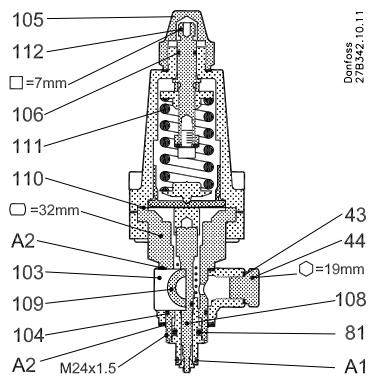
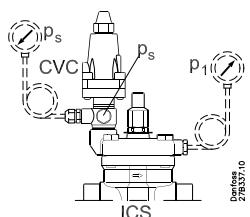

Fig. 1. CVC
Fig. 5. ICS + CVC
Se fig. 1, 2 og 3.
CVC monteres i ICS hovedventilens topdæksel; se fig. 5 og 7. Kontrollér, at pakningerne (A2) og O-ringene (A1 og 104) er på plads og i orden – O-ring (A1) smøres med fryseolie; se fig. 1. NB! Hvis O-ring (A1) er utæt eller mangler helt, vil hovedventilen få signal til at åbne. Banjofittingen (103) kan drejes. Tilspændingen bør ske med et moment på 50 Nm (5 kpm). Nøglevidden er 32 mm.
See fig. 1, 2 and 3.
CVC is fitted in the top cover of the ICS main valve, see figs. 5 and 7. Check that gaskets (A2) and O-rings (A1 and 104) are in place and in order – the O-ring (A1) must be lubricated with refrigeration oil, see fig. 1.